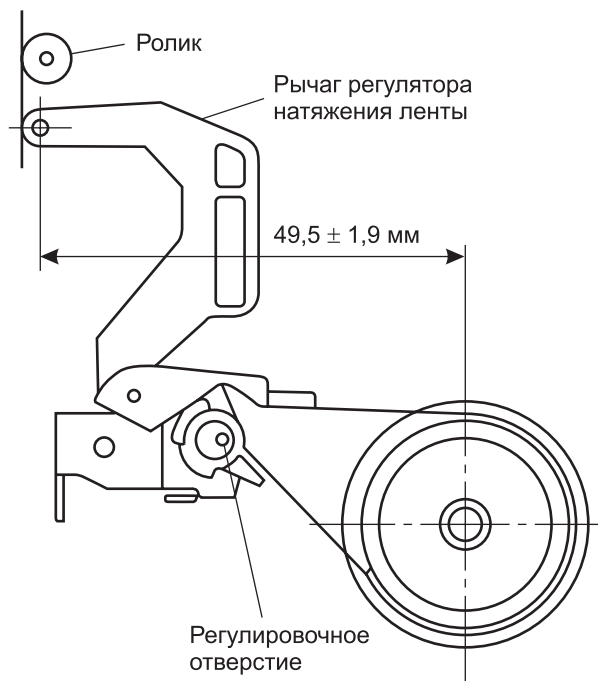

Рис. 9. Положение рычага регулятора натяжения ленты
3. С помощью отверстия в эксцентрик держателя ремня регулятора натяжения ленты регулируем положение рычага. Левый край рычага должен совпадать с левым краем ролика (см. рис. 9).